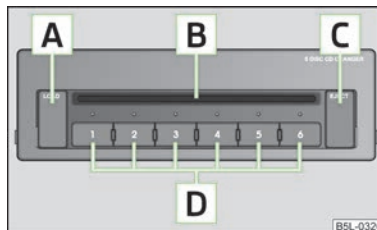

Fig. 114
> Apăsați scurt pe tasta **C** » fig. 114 și introduceți CD-ul (Compact Disc) în fanta pentru CD **B**. CD-ul va fi depozitat automat pe prima poziție liberă din magazia de CD-uri. Lampa de control din tasta respectivă **D** va înceta să clipească.
> Mențineți tasta **C** » fig. 114 apăsată mai mult de 2 secunde și introduceți toate CD-urile pe rând (maxim 6 CD-uri) în fanta pentru CD-uri **B**. Lămpile de control din tastele **D** nu mai clipească.
> Apăsați tasta **C** » fig. 114. Lămpile de control din tastele **D** se aprind pentru pozițiile care au fost încărcate cu CD-uri și clipească pentru pozițiile libere.
> Apăsați scurt tasta **A** » fig. 114 pentru ejectarea unui CD. Pentru locurile ocupate, se aprind acum lămpile de control din tastele **D**.
> Mențineți apăsată tasta **A** » fig. 114 timp de mai mult de 2 secunde. CD-urile vor fi aruncate în afară pe rând.
- Introduceți întotdeauna CD-ul în fanta pentru CD-uri **B** » fig. 114 cu partea imprimată în sus.